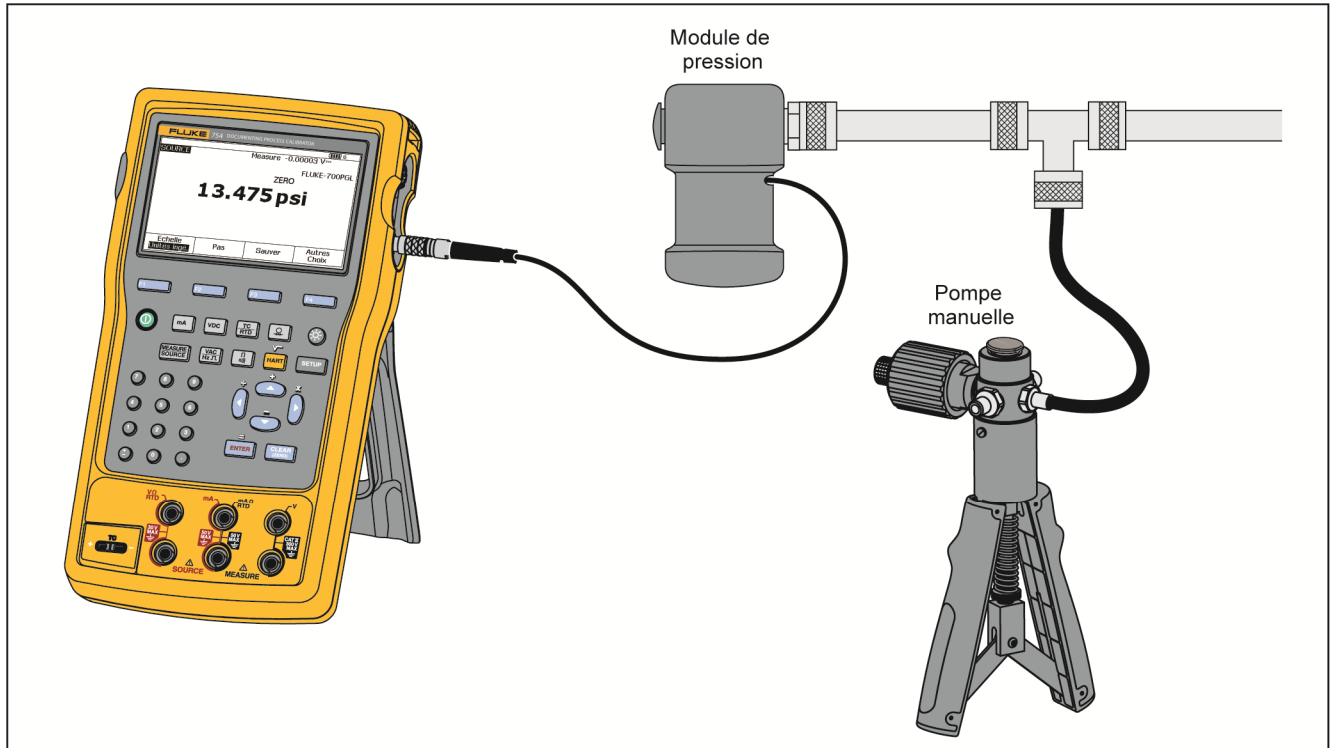

Figure 19. Connexions à la pression de source
L'appareil possède une fonction d'affichage de la pression de source lorsqu'une pompe manuelle de pression externe est requise. Utilisez cette fonction pour étalonner des instruments qui nécessitent une source de pression ou une mesure de pression différentielle. Voir la Figure 19 pour obtenir des informations sur cette application.
Pour utiliser l'écran de la pression de source, voir la Figure 19 :
1. Connectez un module de pression et une source de pression à l'appareil, comme l'illustre la Figure 19. Les embouts filetés des modules de pression acceptent les raccords de tuyau standard de ¼ NPT. Utilisez au besoin l'adaptateur fourni ¼ NPT - ¼ ISO.
Ce branchement est illustré sur la Figure 19. Pour simuler un thermocouple :